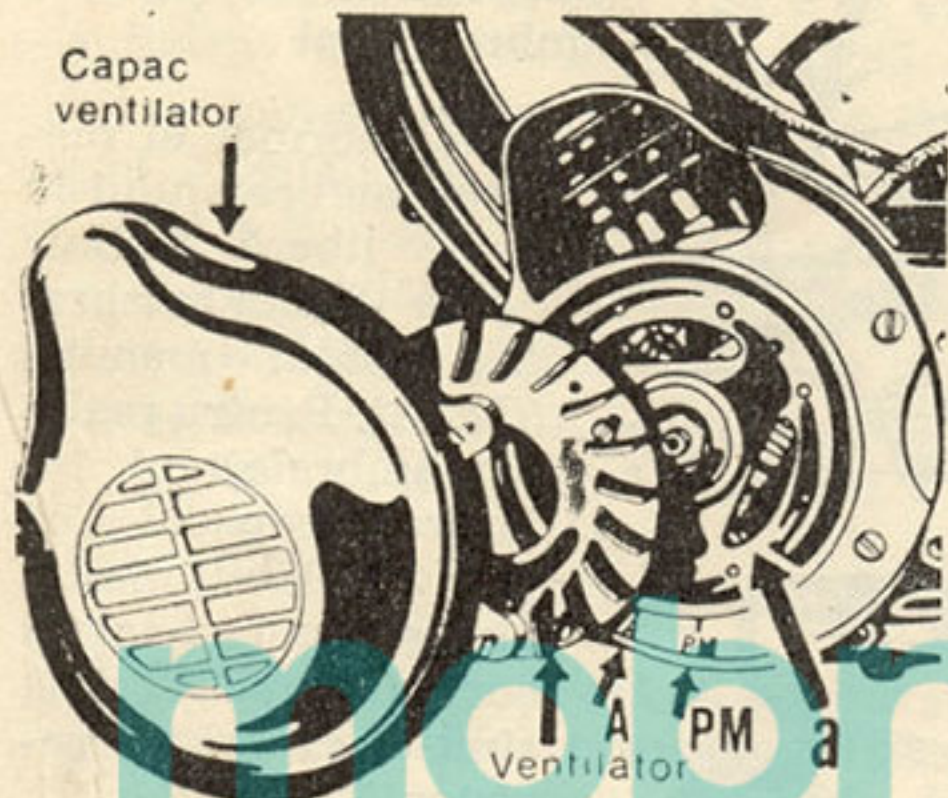

Fig. 19
1. Demontați capacul ventilatorului și ventilatorul, apoi rotiți volantul magnetic pînă cînd semnul „a“ de pe volant coincide cu semnul „PM“ imprimat pe capotajul de răcire (fig. 19).